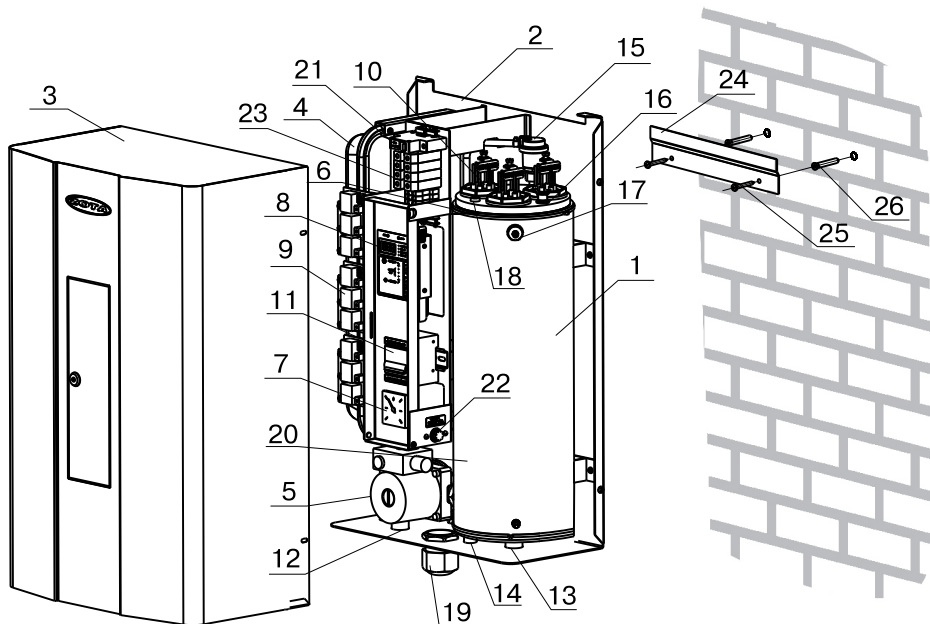

Рис. 1. Конструкция миникотельной и способ ее крепления к стене
5.1. Миникотельная (Рис.1) состоит из корпуса (1) сварной конструкции.
- Закрепить кронштейн крепления на вертикальной поверхности в необходимом месте с помощью шурупов, входящих в комплект и установить на него миникотельную, как показано на Рис.1;
- Открыть кожух (3), предварительно выкрутив четыре винта крепления кожуха;